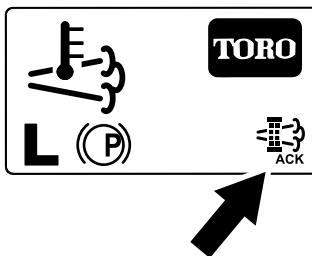

Figura 55
8. El InfoCenter muestra la pantalla de inicio y aparece el icono de Regeneración aceptada (Figura 55) en la esquina inferior derecha de la pantalla mientras se realiza la regeneración.